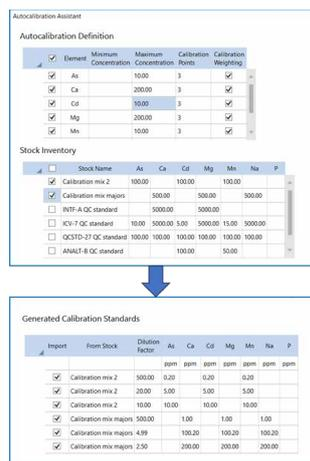

図 11. 自動検量線作成アシスタントは、指定された標準原液から標準溶液を調製することができます。
- 自動検量線作成アシスタント (図 11)：統合された一般的な標準原液リストを用いて、定義された濃度範囲で標準液の調製を提案します。各標準に必要な濃度で正確に作成するための希釈係数を自動的に計算します。